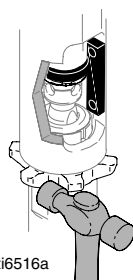

Fig. 13
5. Fig. 13. Loosen jam nut. Unscrew pump.